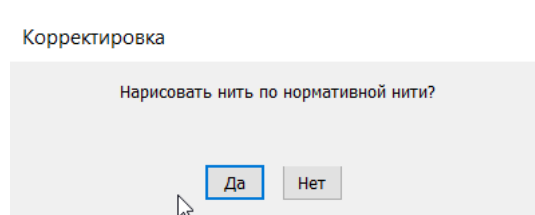

Рис.107. Протягивание мыши между событиями нормативной нити.
- отпустить левую клавишу «мыши»; На поле графика появится желтая прямая линия, соединяющая два выбранных события нормативного графика (см. рис. 107)
- В появившемся окне подтвердить рисование куска нити по нормативному графику или отказаться от рисования (см. рис. 107).